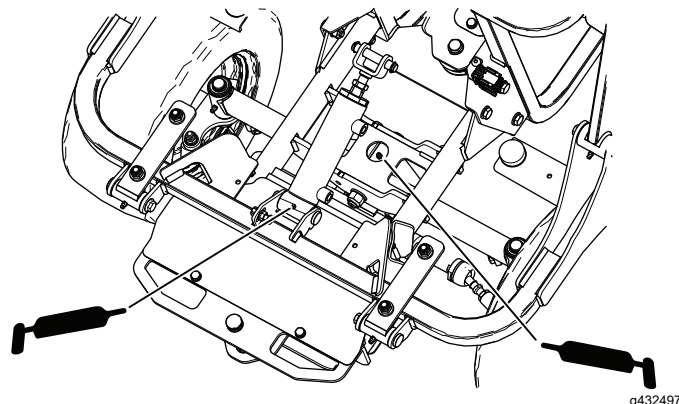

Figure 45
- Pivot de vérin de trémie et pivot d'essieu arrière (Figure 45)